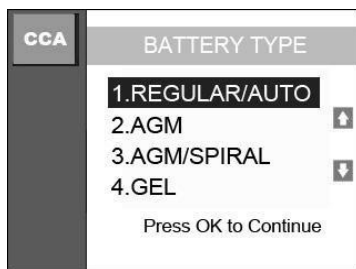

Figure 9.3
5. Appuyez sur **OK** pour démarrer le test. L'outil affiche une liste de types de batterie à sélectionner. (Figure 9.3) Sélectionnez le type correct de batterie et appuyez ensuite sur **OK** pour continuer.